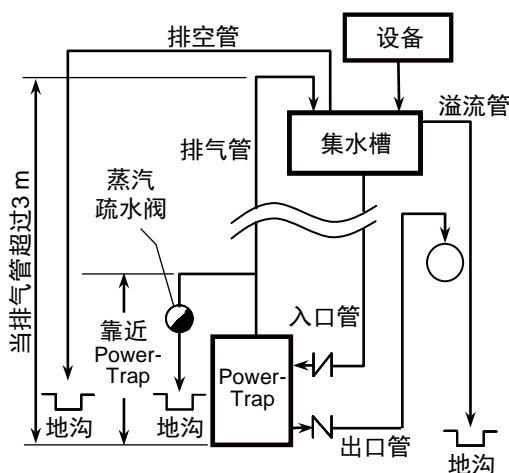

图1: 开放式系统
- (a) **只是针对开放式回收系统:** 在排气管连通阀体位置之上的排气管安装一个浮球式疏水阀 (见图1)。